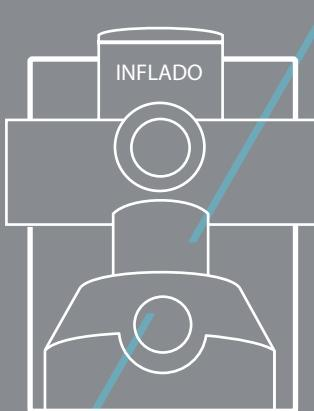

Imagen 3.
- Para inflar, fija el tubo girándolo hacia la derecha en la salida de aire del bombín, etiquetada como Inflate, **Imagen 3**, y para deshinchar, fija el tubo girándolo hacia la derecha en la salida de aire del bombín, etiquetado como Deflate. **Imagen 4**